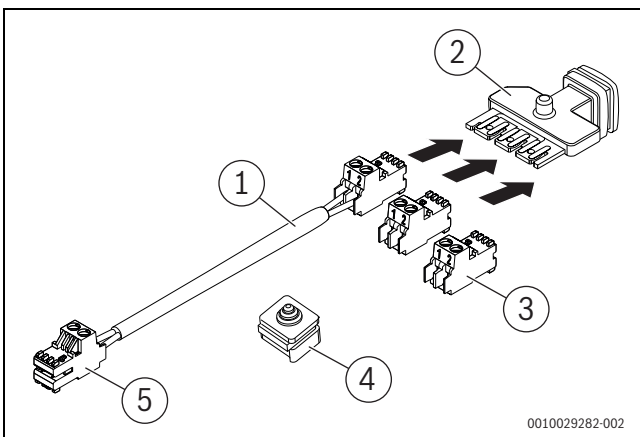

Bild 117 Lieferumfang Zubehör CS 37
- ▶ Kabel (→ Bild 117, [1]) mit Stecker an die EMS-BUS-Leiste (→ Bild 117, [2]) stecken.
- ▶ Beide Stecker (→ Bild 117, [3]) auf die Steckplätze der EMS-BUS-Leiste (→ Bild 117, [2]) stecken.
- ▶ EMS-BUS-Leiste (→ Bild 117, [2]) mit den Steckern nach unten in die Öffnung für die Kabeldurchführungen einsetzen.
- ▶ Mitgelieferte Kabeldurchführung (→ Bild 117, [4]) einsetzen.